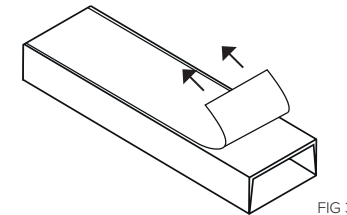

FIG 3.
3. Verwijder de beschermfolie van de plaklaag minimaal 12 mm naar achteren (zie fig 3).